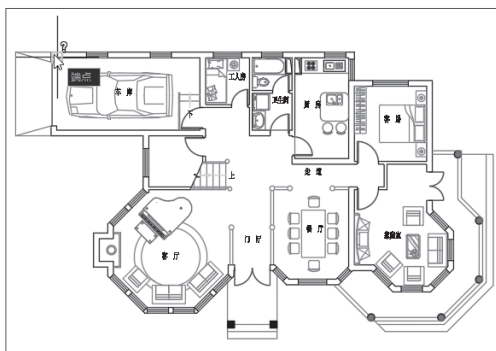

图 2-33
**步骤 02** 在“默认”选项卡的“实用工具”选项组中单击“面积”按钮，指定左上角第1个测量点，如图2-33所示。